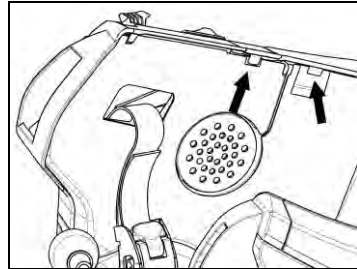

Fig. 17
- Herpositioneer de plastic bekleding van het zijstuk achter de twee bevestigingen (Fig. 17).